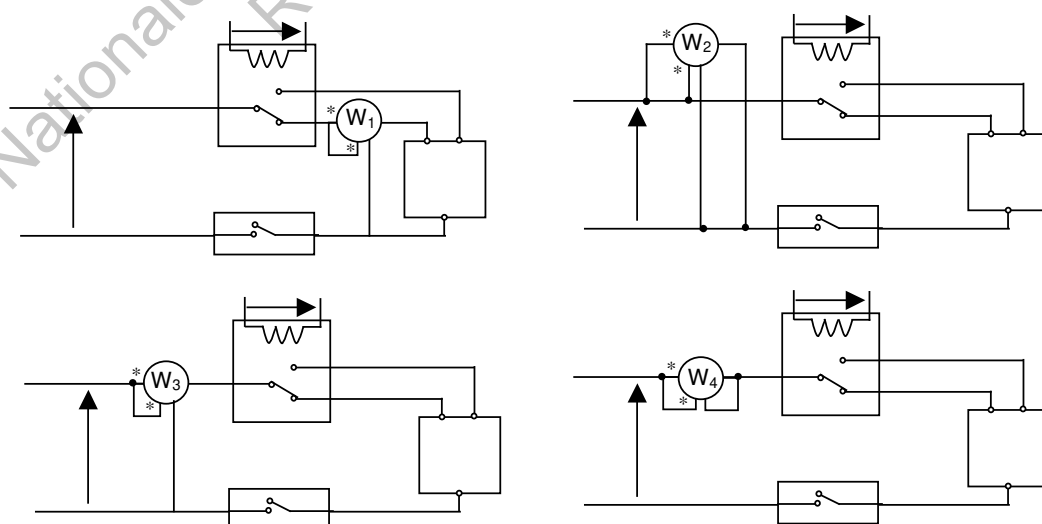

FIGURE 4
B.4.2 Associer, à l'aide d'une flèche, chaque appareil présenté figure 4 à l'affirmation correspondante du tableau B.4.2 du DOCUMENT RÉPONSE N°2. L'interrupteur K est fermé.